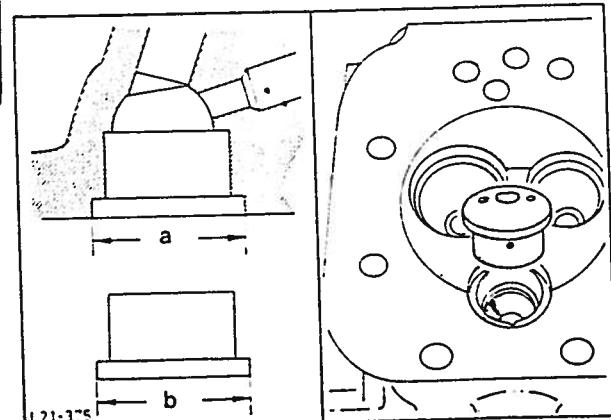

Fig. 127 Montering av hvirvelkammer.
17. Monter nye hvirvelkammerne i topplokket, fig. 127.